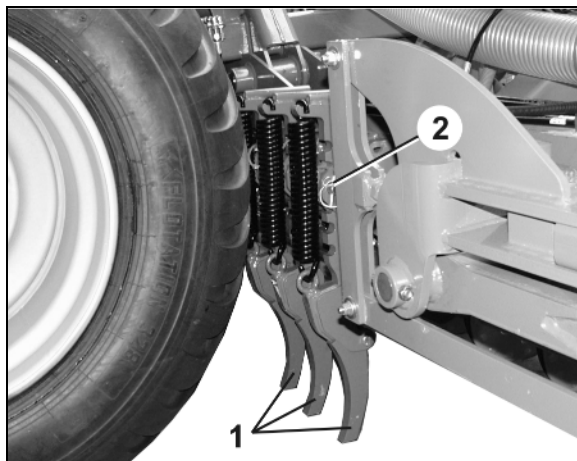

Рис. 101
4. Поднимите лестницу и зафиксируйте (Рис. 101/1).